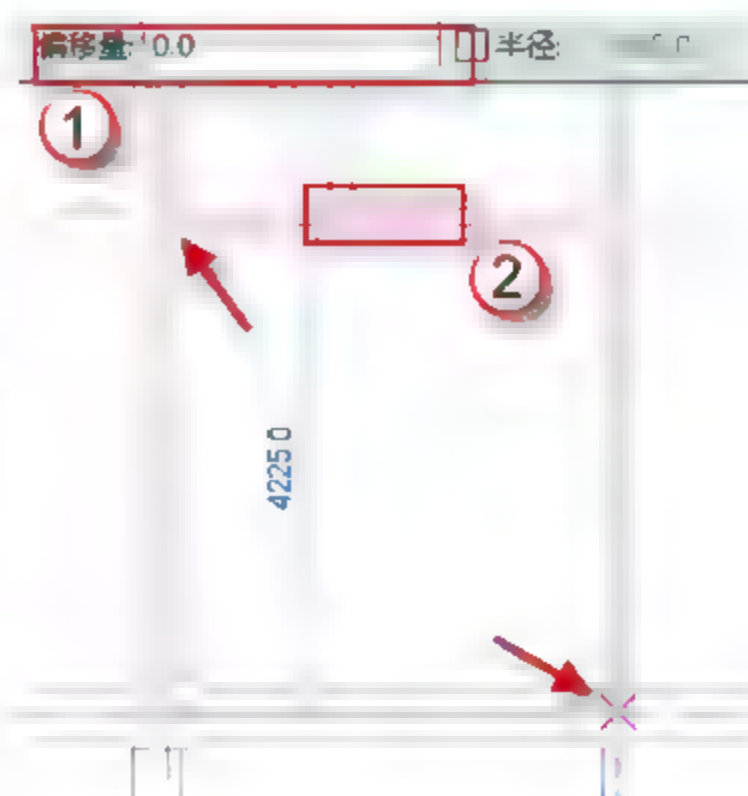

图 4.3.36 绘制 17 号板
(11) 绘制 17 号板, 单击“矩形”按钮, 绘制 17 号板, 调整跨方向, 将偏移量设置为 50, 单击√按钮, 完成绘制, 如图 4.3.36 所示。